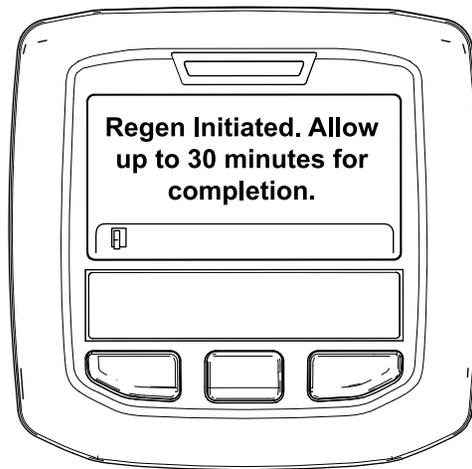

Рисунок 56
- Если регенерация разрешена, на дисплее инфо-центра появится сообщение «Regen Initiated. Allow up to 30 minutes for completion» («Регенерация запущена. Подождите 30 минут до завершения»). При появлении этого сообщения на дисплее инфо-центра подождите, пока машина не выполнит полный процесс регенерации с парковкой (Рисунок 56).